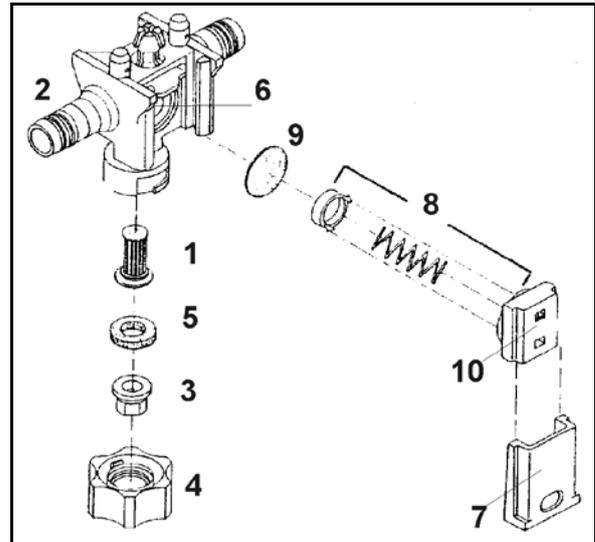

Fig. 187
- Según las condiciones de servicio, limpiar el filtro de los conductos (Fig. 187/1) cada 3 – 4 meses.